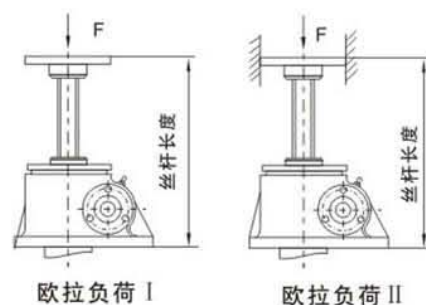
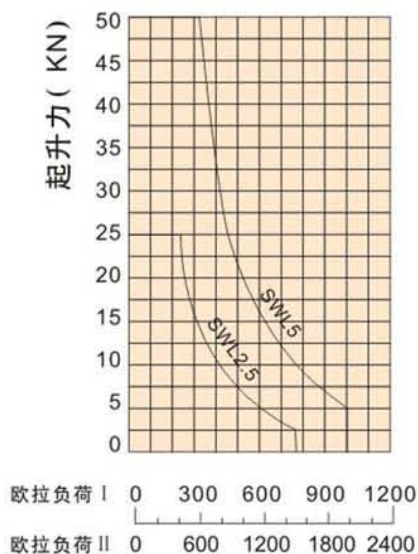
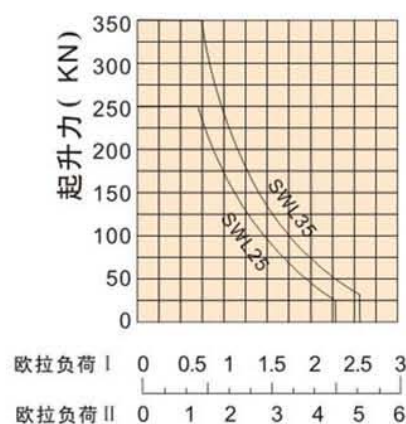

图1
图2 丝杆长度 (mm)
图4 丝杆长度 (mm)
根据丝杆行程和提升负荷查图1~图4，找出所需升降机的型号，再查提升力和提升速度表，校核提升速度是否满足要求。
根据 $F=20\text{KN}$ ，丝杆行程 $=400\text{mm}$ 查图2，选择SWL5升降机。再查提升力和提升速度表核对SWL5升降机在25KN负荷下只允许 0.526m/min 的速度，只有重选大型号的升降机。再查提升力和提升速度表得知SWL10在20KN负荷下允许提升速度为 1.44m/min 而满足要求。
- ★1) 当压力负荷减小时，提升高度可随之增大（两者具体关系详见图2~图4）；